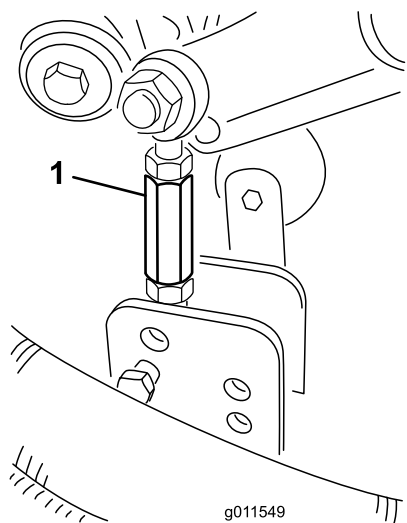

Рисунок 27
9. Снимите игольчатые шплинты и шплитуемые штифты, которые крепят тяги демпферов к кронштейнам дек газонокосилки (Рисунок 27).